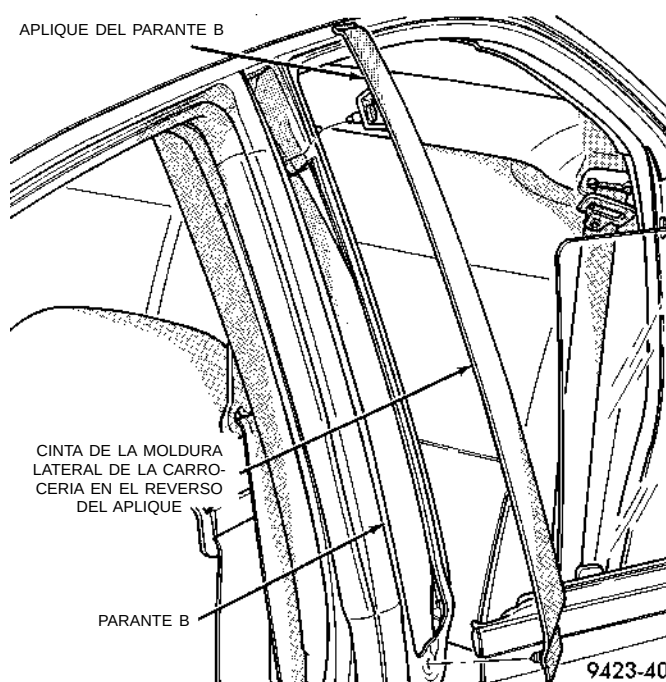

Fig. 43 Aplique del parante B
- (1) Abra las puertas para poder acceder a la parte inferior del aplique del parante B.
- (2) Desacople el sujetador de presión que fija la parte inferior del aplique al parante B.
- (3) Si la temperatura en el área de trabajo es inferior a 21°C (70°F), caliente el aplique para facilitar la separación del adhesivo de la cinta de fijación.
- (4) Tire hacia afuera de la parte inferior del aplique para separar la cinta del parante B.
- (5) Desacople el sujetador de presión que fija la parte superior del aplique al parante B.
- (6) Separe el aplique del vehículo (Fig. 43).